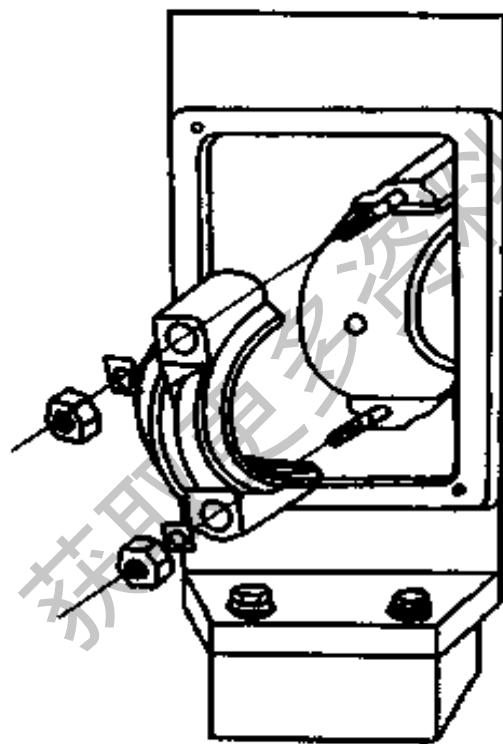

图 2-35 取下连杆盖
- (1) 拆下曲轴箱后盖。
- (2) 撬开连杆螺母锁片,交替旋出连杆螺母,取下连杆盖,如图 2-35 所示。